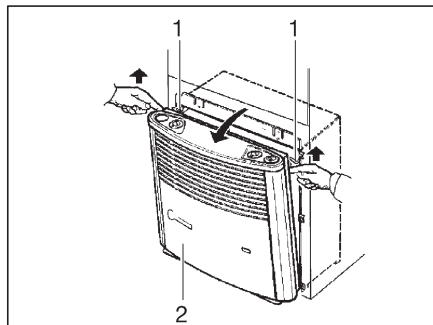

Fig. 107 Retirer habillage du chauffage
- Enlever l'habillage du chauffage (Fig. 107,2). Pour ce faire, tirer le haut de l'habillage vers l'avant, presser les ressorts de retenue (Fig. 107,1) latéralement vers le haut et rabattre l'habillage vers l'avant.